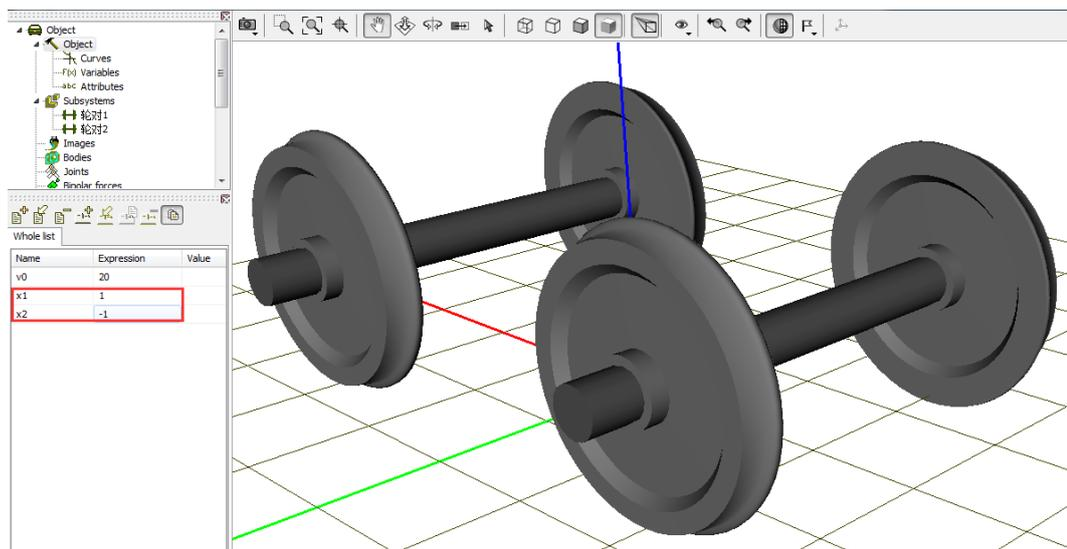
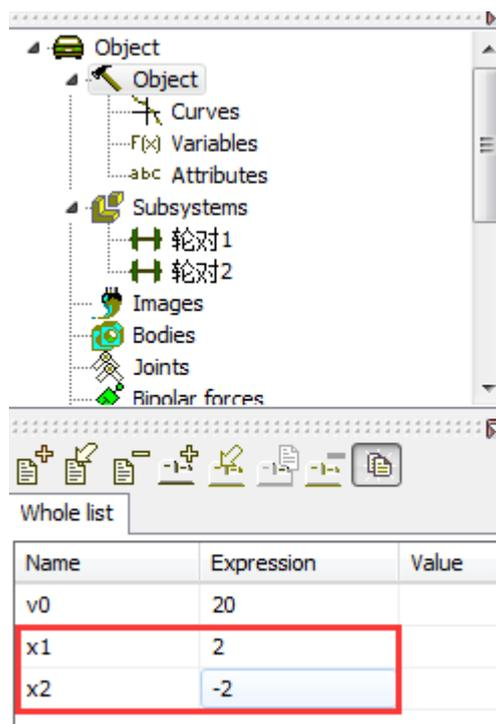

图 003-1 UM Input 建立两个轮对
图 003-3 UM Input 修改标识符数值
1、在 UM Input 建立两个轮对，分别相对 Base0 移动距离为 $x_1(=1)$ 、 $x_2(=-1)$ ，如图 003-1；
3、假设现在两轮对之间距离为 4 米，我们在 UM Input 修改，x1 修改为 2，x2 修改为 -2，如图 003-3；
我们对比发现，UM Simulation 中的标识符数值依旧没有修改，但是自己的确在 UM Input 中修改过了，如图 003-1 和图 003-3，这是为什么呢？